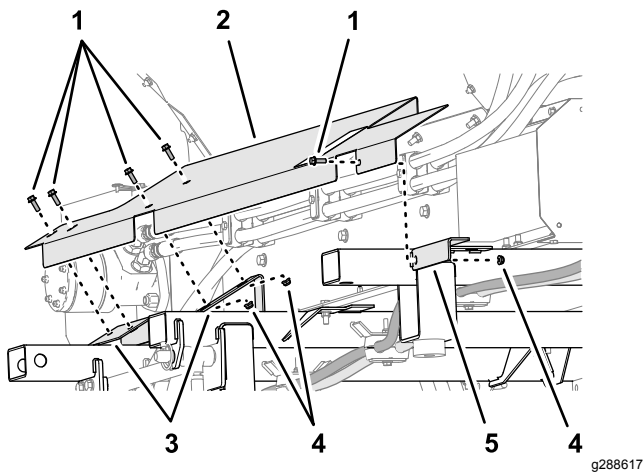

図 27
1. 各サイドシールドのスロットを、中央およびの日クロス部材のサイドシールドサポート2個のスロットおよび前クロス部材の L 字ブラケットに合わせる 図 27。
2. サイドシールドを中央クロス部材のシールドサポートに取り付ける 図 27 フランジヘッドキャップスクリュー $\frac{1}{4} \times \frac{3}{4}$ " とフランジロックナット $\frac{1}{4}$ " を使用する。
3. サイドシールドを前クロス部材の L 字ブラケットに取り付ける 図 27 フランジヘッドキャップスクリュー $\frac{1}{4} \times \frac{3}{4}$ " とフランジロックナット $\frac{1}{4}$ " を使用する。
4. サイドシールドを後クロス部材のシールドサポートに取り付ける 図 27 フランジヘッドキャップスクリュー $\frac{1}{4} \times \frac{3}{4}$ " 2本を使用する。